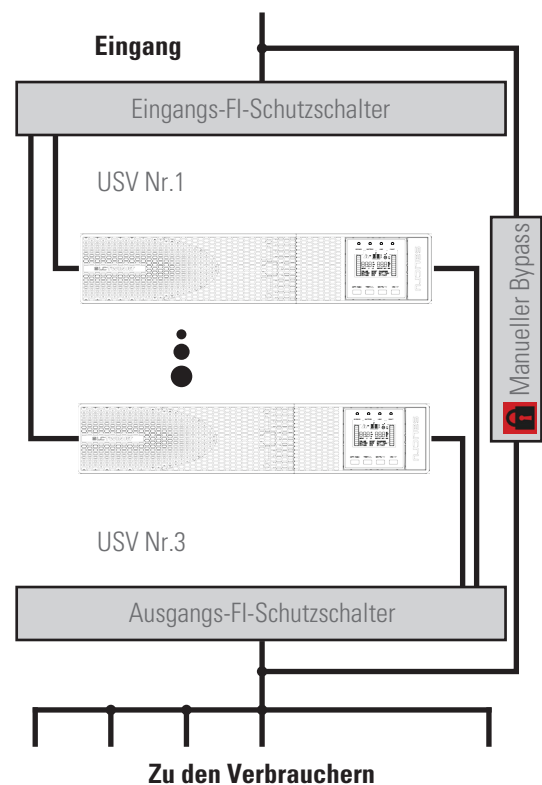

Abb. 18. Parallele Installation von zwei USV von 4 bis 10 kVA mit Sicherungskasten und manuellem Bypass.
- Es ist erforderlich, die Installation der parallelen Systeme mit einem Kasten mit einzelnen Eingangs- und Ausgangsschutzeinrichtungen sowie mit einem manuellen Bypass mit mechanischer Verriegelung auszustatten, siehe Abb. 18. Dieser Sicherungskasten ermöglicht, ein einzelnes Gerät vom System bei einer Störung zu trennen und die Verbraucher mit den übrigen Geräten entweder während der präventiven Wartung oder während der Reparatur von diesem Gerät zu versorgen. Es ermöglicht ebenso, ein parallel angeschlossenes Gerät zu entfernen und es zu ersetzen oder es nach der Reparatur wieder zu integrieren, ohne die Versorgung der Verbraucher zu unterbrechen, vorausgesetzt, dass die Leistung des betriebenen Geräts dies erlaubt. Auf Anfrage können wir einen manuellen Bypass-Kasten für ein System mit zwei parallelen Geräten liefern.
- In der Abb. 18 ist ein Verteilerkasten mit manuellem Bypass für ein paralleles System dargestellt; für ein einzelnes Gerät muss entsprechend die Anzahl von Schaltern angepasst werden.